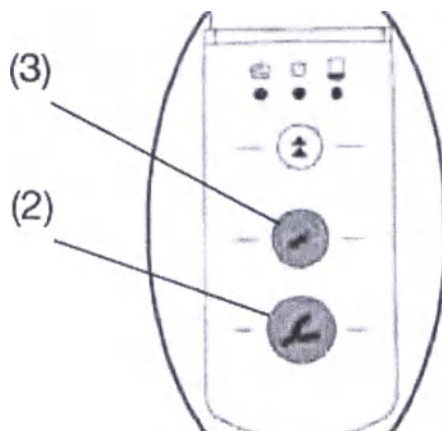

Рис.6
- Если оператор нажимает одну из кнопок подачи (оттискная ложка (2, рис. 6) или диспенсер (3, рис. 6)) без выбора режима смешивания, программа "ST" будет активирована автоматически. Светодиод рядом с кнопкой "ST" включится.